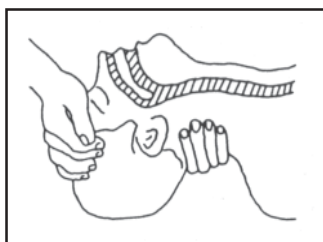

Figura 1
- Aprire le vie aeree sollevando il collo e spingendo indietro la fronte (**Figura 1**).